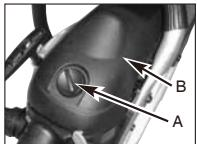

Bild. 18A
2. Entfernen Sie den Knopf (A), der die Abdeckung des Luftfilters festhält; entfernen Sie die obere Abdeckung (B), indem Sie die Festhalteschraubende Abdeckung lösen. Die Abdeckung lässt sich jetzt abnehmen. (Bild. 18A)